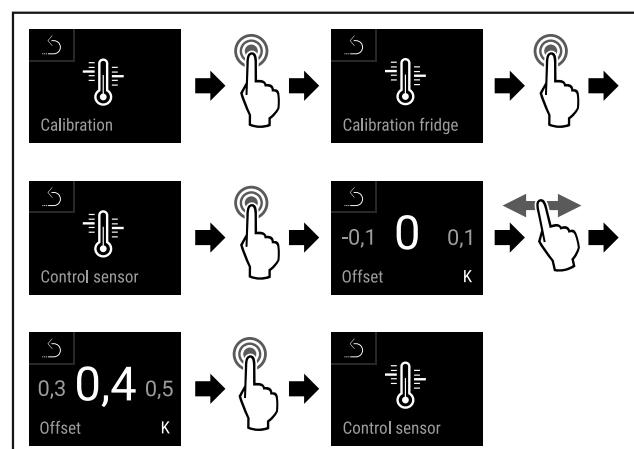

Fig. 137
- Seguir los pasos de procedimiento (consulte Fig. 137) .